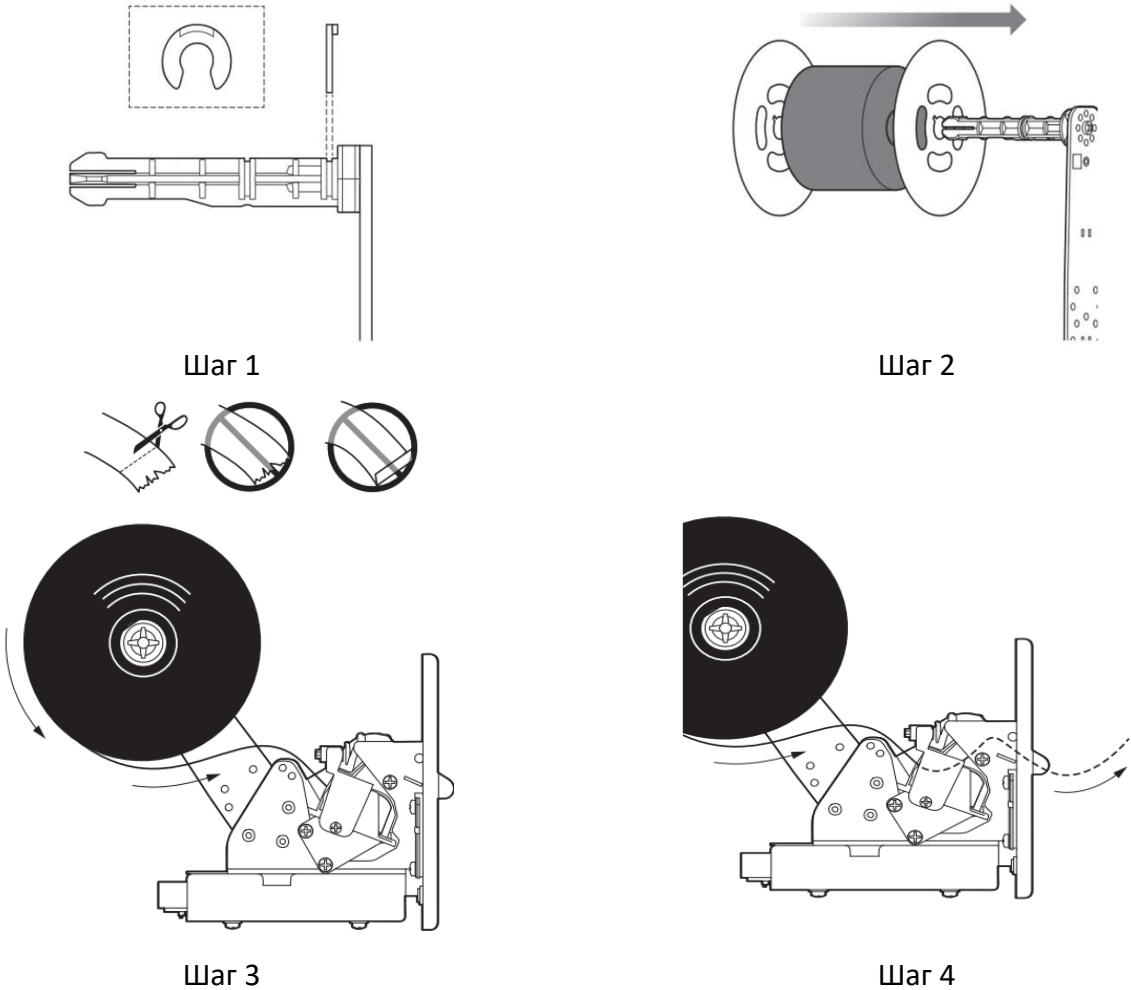

Рисунок 38 – Загрузка бумаги в термопринтер
5.8.2 Загрузить рулон термической бумаги (см. параметры в таблице 10) в термопринтер до начала работы с печью (см. рисунок 38).